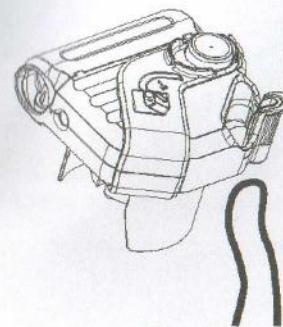

Рис. 7
- Сложите шнур питания вдвое примерно в 30 см от конца. Пропустите петлю через держатель шнура (15) и повесьте ее на крючок. Осторожно потяните кабель, чтобы убедиться, что он зафиксирован (рис. 7, 8).